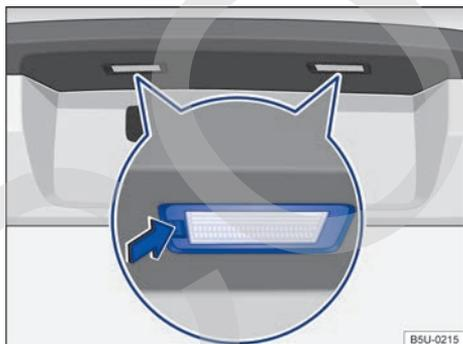

Fig. 191 En el paragolpes trasero: remover la linterna de la placa de licencia.
- Con el auxilio de una llave con hendiduras, presionar la traba → fig. 191 para remover el conjunto. ▶